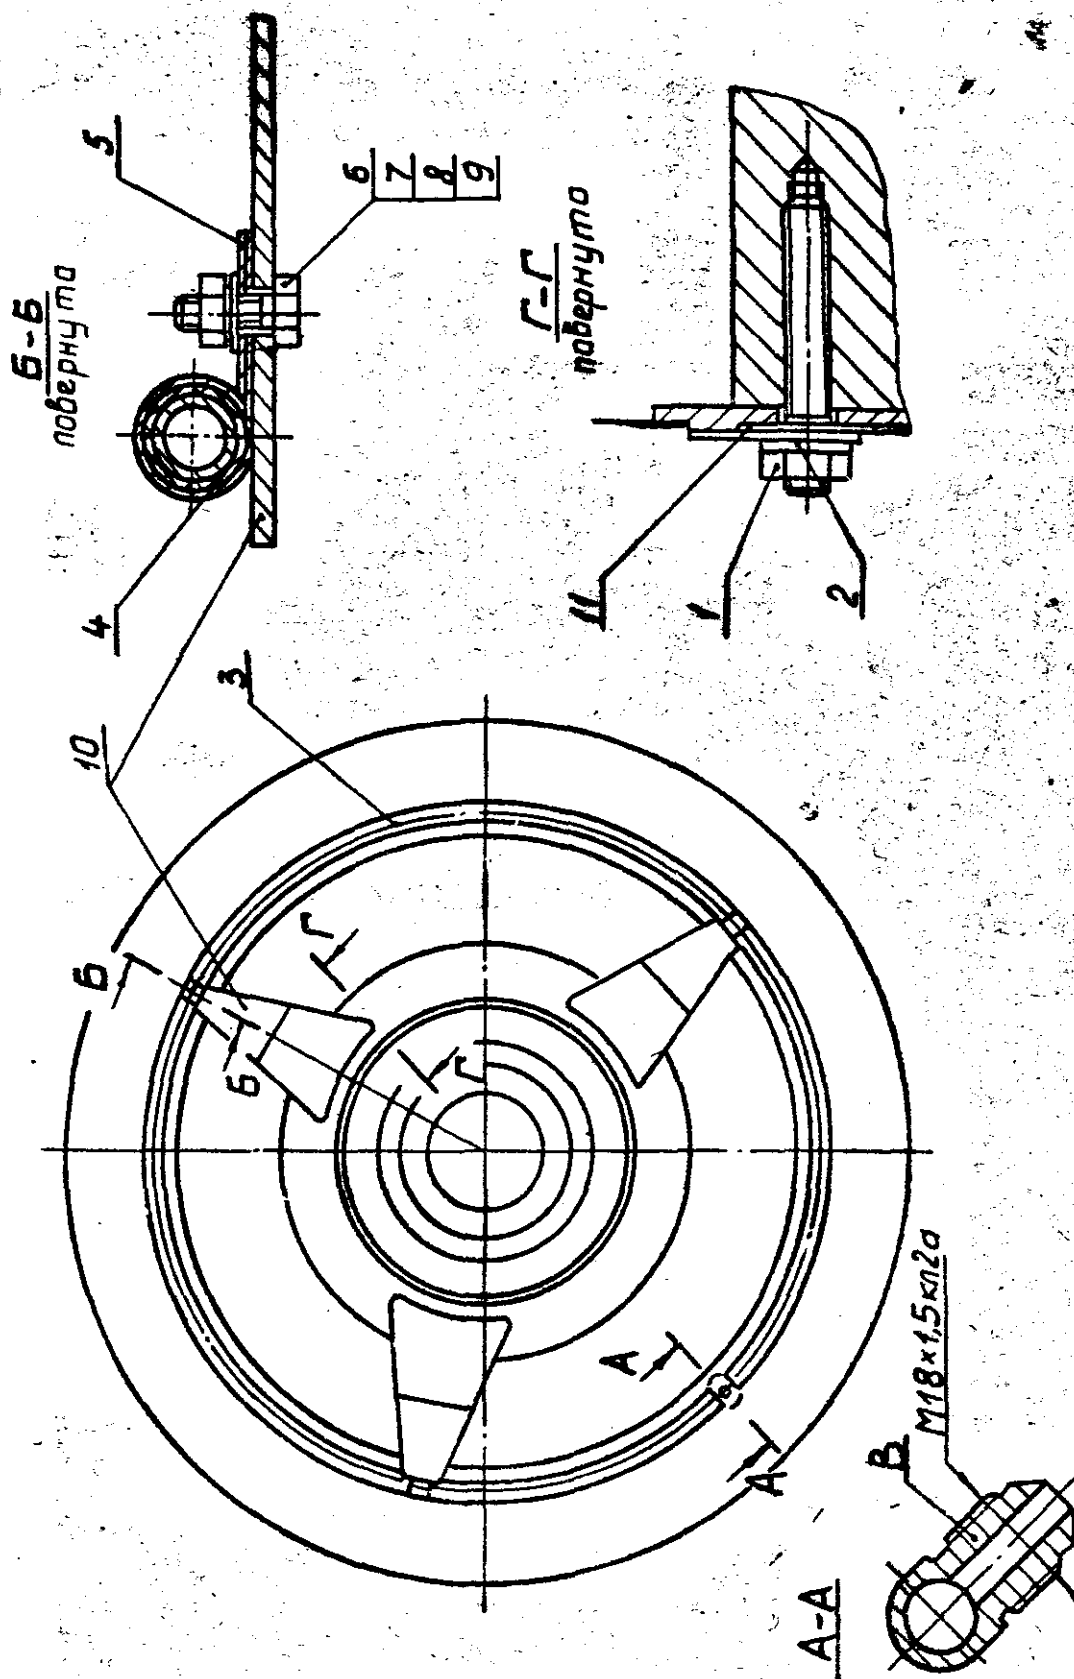

Рис. 45 Установка коллектора для промывки РВТ.
17.3.4. Собранный коллектор установить согласно рис. 45